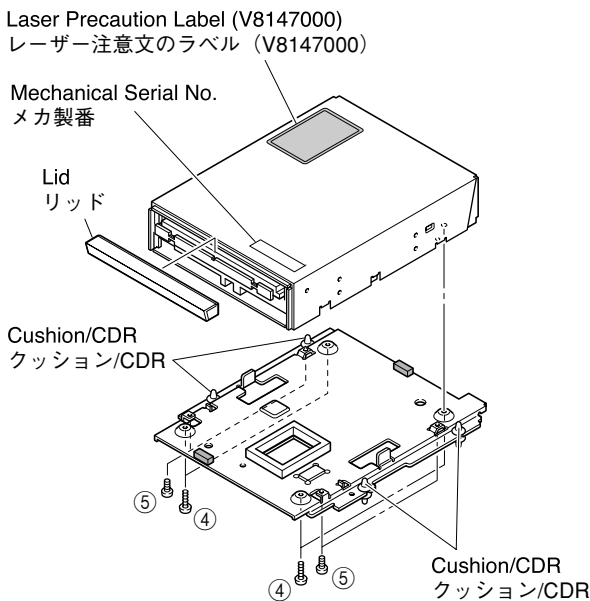

Fig. 4
- When replacing the CDR mechanical unit, be sure to order a laser precaution label and a radiation sheet as spare parts and attach them to the new CDR mechanical unit. (Refer to the figure 4 and 5 in P11.)
- CDRメカユニット交換の際には、レーザー注意文のラベルおよび放熱シートも部品発注して、新しいCDRメカユニットに貼り付けてください。(11ページのFig. 4および5参照)
- a. Remove 4 screws (④) and (⑤) respectively and then remove the Lower Frame. (Fig. 4)
- c. Remove the Lid upward. (Fig. 4)
- a. ④のネジ4本、⑤のネジ4本を外し、下フレームを外します。(Fig. 4)
- c. リッドを上方へ外します。(Fig. 4)
- Attach the Laser Precaution Label on the upper frame of the new CDR Mechanical Unit. (Fig. 4)
- Fit the Lid to the new CDR Mechanical Unit. (Fig. 4)
- Install the Lower Frame and fix it with 4 screws (④) and (⑤) respectively. (Fig. 4)
At this time, check to make sure that 4 pieces of Cushion / CDR attached to the Lower Frame are fitted in the holes in the chassis properly. (Fig. 4)
- 新しいCDRメカユニットの上フレームに、レーザー注意文のラベルを貼り付けます。(Fig. 4)
- 新しいCDRメカユニットにリッドをはめ込みます。(Fig. 4)
- ④のネジ4本、⑤のネジ4本で、下フレームを取り付けます。(Fig. 4)
このとき、下フレームに付いている4個のクッション/CDRがシャーシの穴に正しく入っていることを確認します。(Fig. 4)